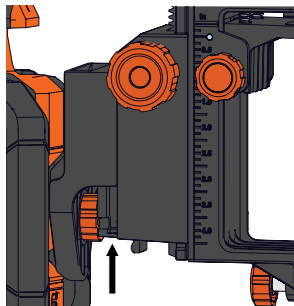

Figura 33
2. Con el láser instalado, deslice el montaje del láser en el montaje en riel hasta que haga clic en su lugar. (Figura 33)